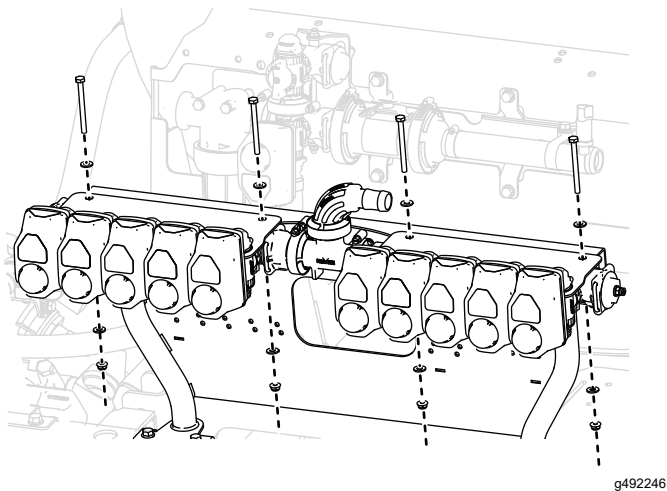

図 45
8. 図 45に示すように、ボルト (1/4 x 3")4本、ワッシャー (5/8")8枚、およびロックナット (1/4")4個を使って、バイパスブラケットとマニホールドアセンブリをバルブ マウントに組み付ける。